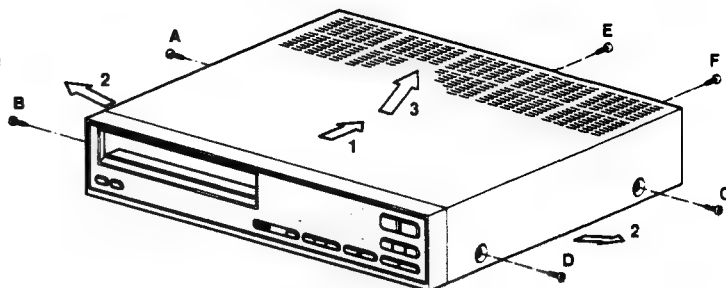

Fig. 2-1
- Die Schrauben A, B, C, D, E und F herausrauben (siehe Bild 2-1).